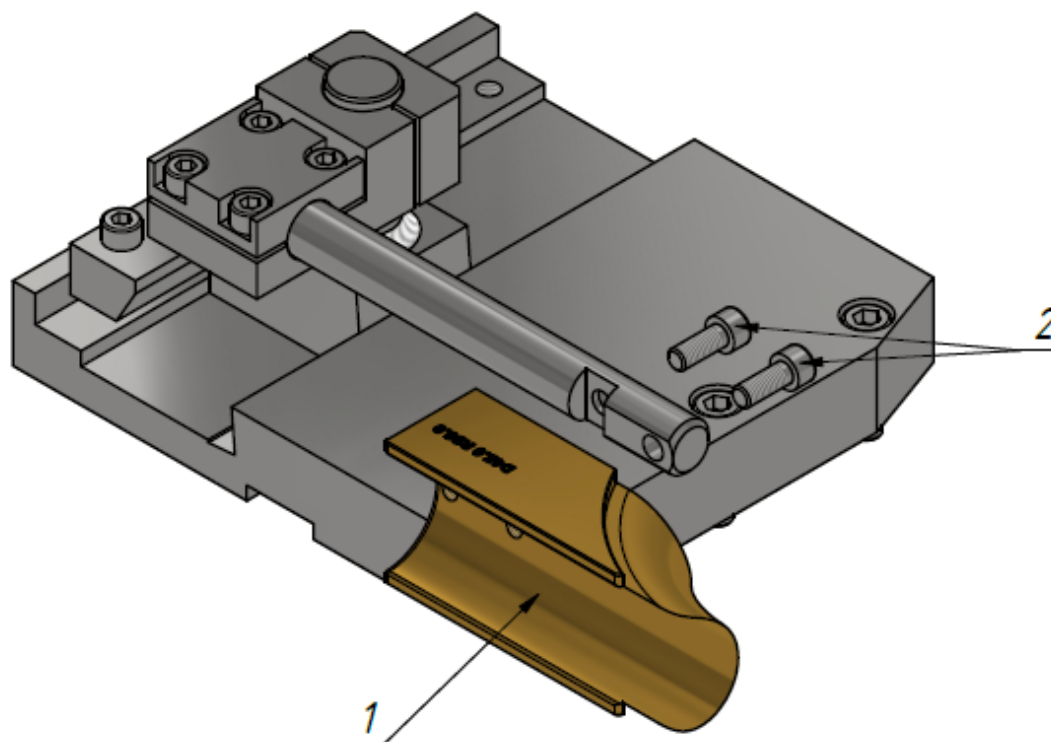

Рис. 4.2.3
6. Снять складковыглаживатель (поз. 1 Рис. 4.2.3), открутив фиксирующие болты (поз. 2)